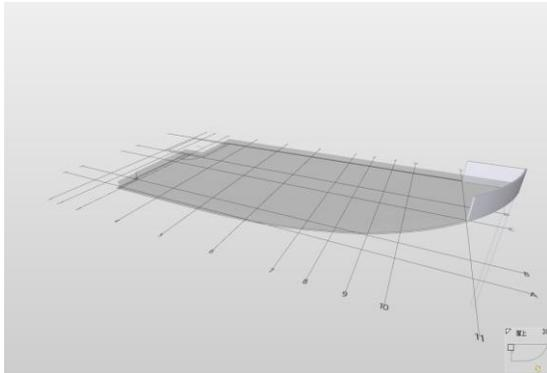

図 51. 案件に関連するコンポーネントが表示されます
- (8) カテゴリを選択すると、そのカテゴリの案件に属するコンポーネントのみが3Dビューに表示されます。より情報を見やすくするため、関連するフロアのフットプリントが表示されます。(図 51 を参照) 画面右下にはサイズ変更可能な3Dのナビゲーションマップがあります。